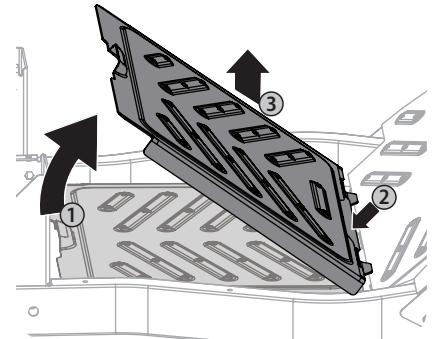

Figura 38
1. Levante con cuidado la parte trasera del panel del piso. Consulte 1 en la Figura 38.
2. Para liberar el frente del panel del piso, deslícelo hacia atrás. Consulte 2 en la Figura 38.
3. Levántelo para separarlo del tractor. Consulte 3 en la Figura 38.